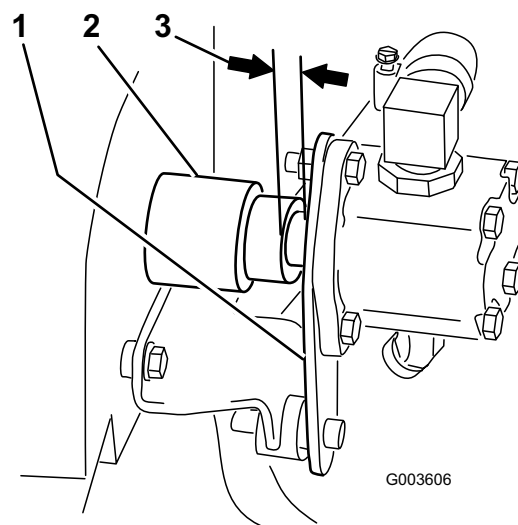

Figure 21
10. L'ensemble moyeu doit être totalement engagé sur l'arbre. Vérifiez qu'il existe un espace entre la plaque de pompe et l'ensemble moyeu. Si ce n'est pas le cas, l'ensemble moyeu est mal installé et doit être repositionné correctement (Figure 21).